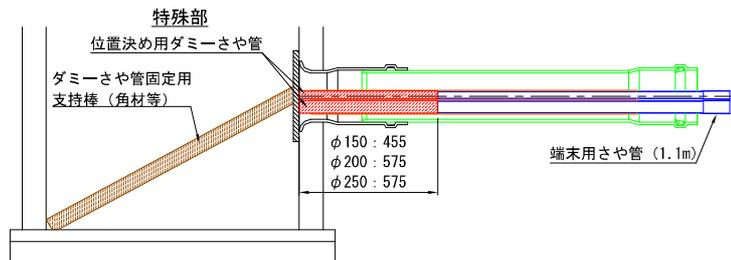

図2-8 ダミーさや管の挿入と固定
- d. 施工後のさや管伸縮を確実に確保するため、さや管を図2-8に示す長さに切断してダミーさや管を作成し、特殊部内部よりすべてのさや管ダクトスリーブに挿入した後、コンパネ等を用いてさや管が移動しないようしっかり固定する。